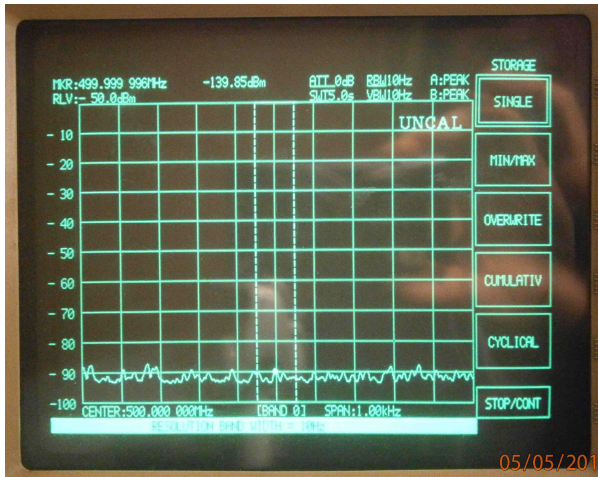

Abb. 3: Rauschpegel und Frequenzanzeige auf Band 0
d) Rauschpegel nach ca. 40 Minuten Betrieb bei etwa -135 dBm entsprechend Spezifikation (Abb. 3).